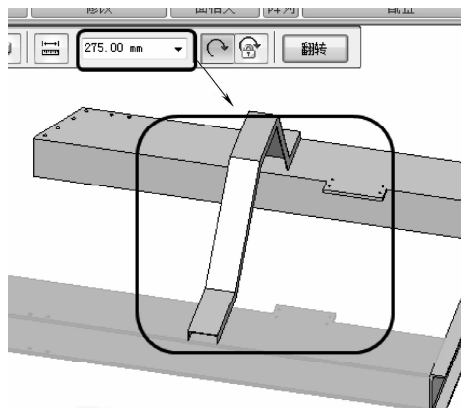

图 8-22 面匹配修改距离
(7) 之后把上方弹出的对话框的【偏置值】改275mm，按 Enter 键确定，如图8-22所示。